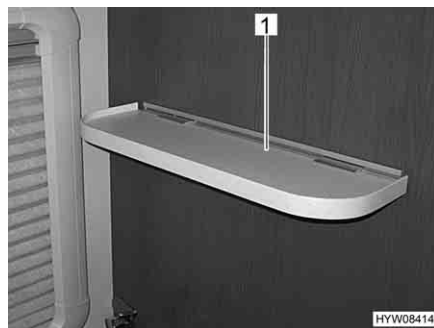

Fig. 7 Base
- Rimuovere la base (Fig. 7,1) sul blocco cucina e stivarla in modo sicuro.